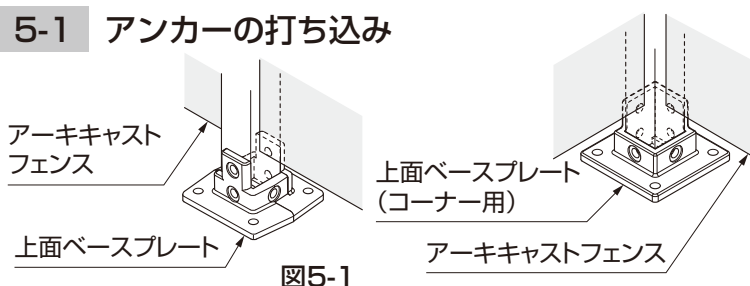
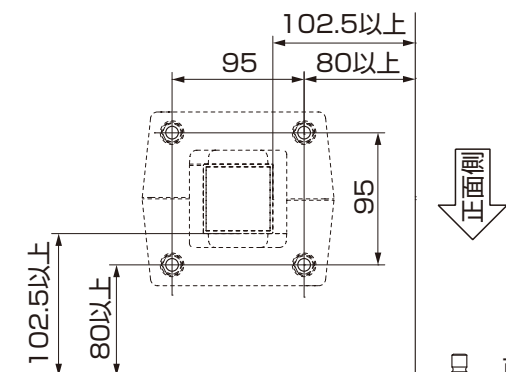
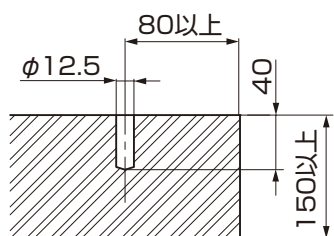

図5-1
図5-2
図5-3
①「1.基本寸法と各部名称」と図5-1、図5-2を参照し、フェンスの取付位置を確認しながら、ベースプレートを設置する位置をきめてください。
② 図5-2、図5-3を参照して、基礎部に必要な深さの穴をあけてください。
● 床面深さが150mm以上あること、アンカーの穴がポーチの端部から80mm以上あることを確認してください。(図5-2、図5-3参照)